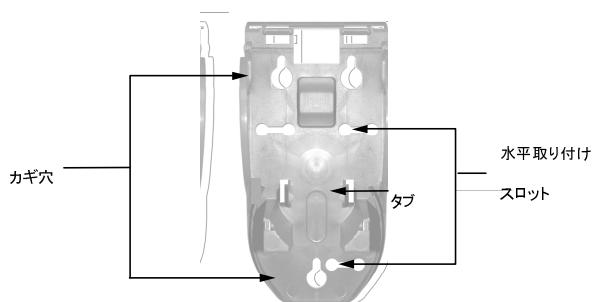

図2. 後部プレートからベンチュリを外す
- ベンチュリタブを押しながらつまみ、プロポーショナを後部プレートから外して持ち上げます(図2参照)。
- ベンチュリタブをつまみ、ベンチュリを後部プレートから外します(図 2 参照)。